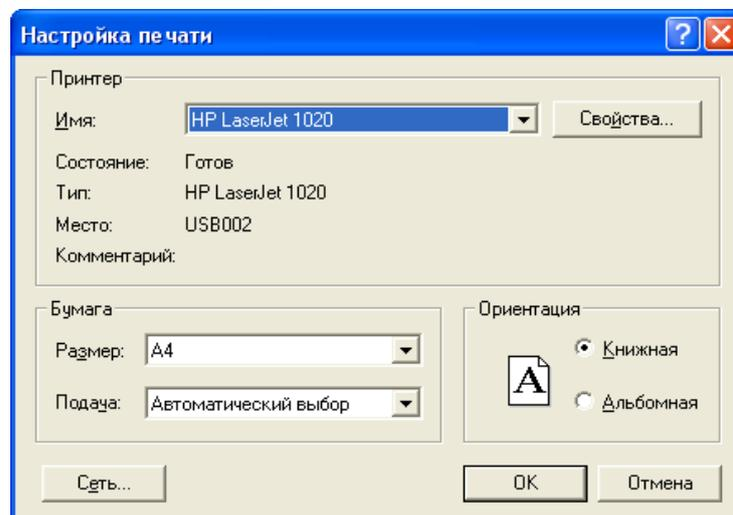

Рисунок 6.4
- «Параметры страницы». В данном подпункте можно задать параметры страницы для печати текущего изображения графического плана, в котором размещены графические изображения СО с зоной обнаружения. Для изменения параметров страницы установите указатель мыши на подпункт «Параметры страницы» и нажмите левую кнопку мыши. В появившемся окне (рисунок 6.4) задайте необходимые параметры.
- «Параметры страницы». В данном подпункте можно задать параметры страницы для печати архивной информации. Для изменения параметров страницы установите указатель мыши на подпункт «Параметры страницы» и нажмите левую кнопку мыши. В появившемся окне (рисунок 6.4) задайте необходимые параметры;